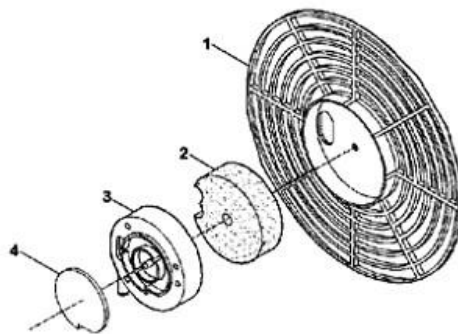

Fig. 8
Filters op luchtaanzuiging en -toevoer Elke 500 uur: controleer de filters. Demonteer het achterste rooster (1), was het aanzuigfilter (2) met een licht reinigingsmiddel en droog het zorgvuldig alvorens het weer te monteren. Verwijder het deksel (3) en vervang het toevoerfilter (4) (Fig. 8).